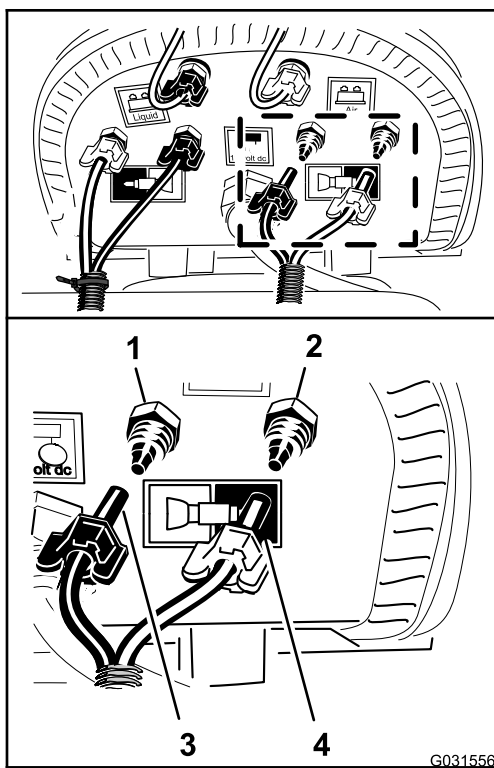

図 214
7. マークの付いていないケーブルタイの付いていないチューブ束で、左側ブーム用の青色チューブを左側ブーム用給水部のコンプレッションフィッティングに取り付ける 図 214。
8. チューブの圧縮ナットをフィッティングに嵌め、ナットを手締めする 図 214。
9. 左側ブーム用の透明チューブを左側ブーム用エア供給部のコンプレッションフィッティングに取り付ける 図 214。
10. チューブの圧縮ナットをフィッティングに嵌め、ナットを手締めする 図 214。